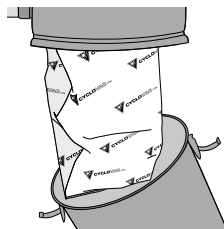

figure 16
1. Pour accéder au sac, défaire les deux attaches et retirer la cuve du récupérateur (**figure 16**).